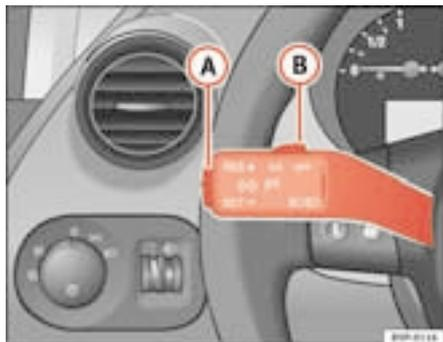

Fig. 141 Alavanca dos indicadores de direcção e máximos: comando e interruptor basculante para o regulador de velocidade
- Premir a parte superior do interruptor basculante **RES** ⇒ fig. 141 (A) para aumentar a velocidade. Enquanto o interruptor basculante estiver a ser premido, o veículo é acelerado. Soltando o interruptor basculante, é memorizada a nova velocidade.
Se se reduzir a velocidade com o pedal do travão, desliga-se o controlo da velocidade programada. Premindo uma vez a parte superior do interruptor basculante **RES+** ⇒ fig. 141 (A), pode retomar-se a regulação.